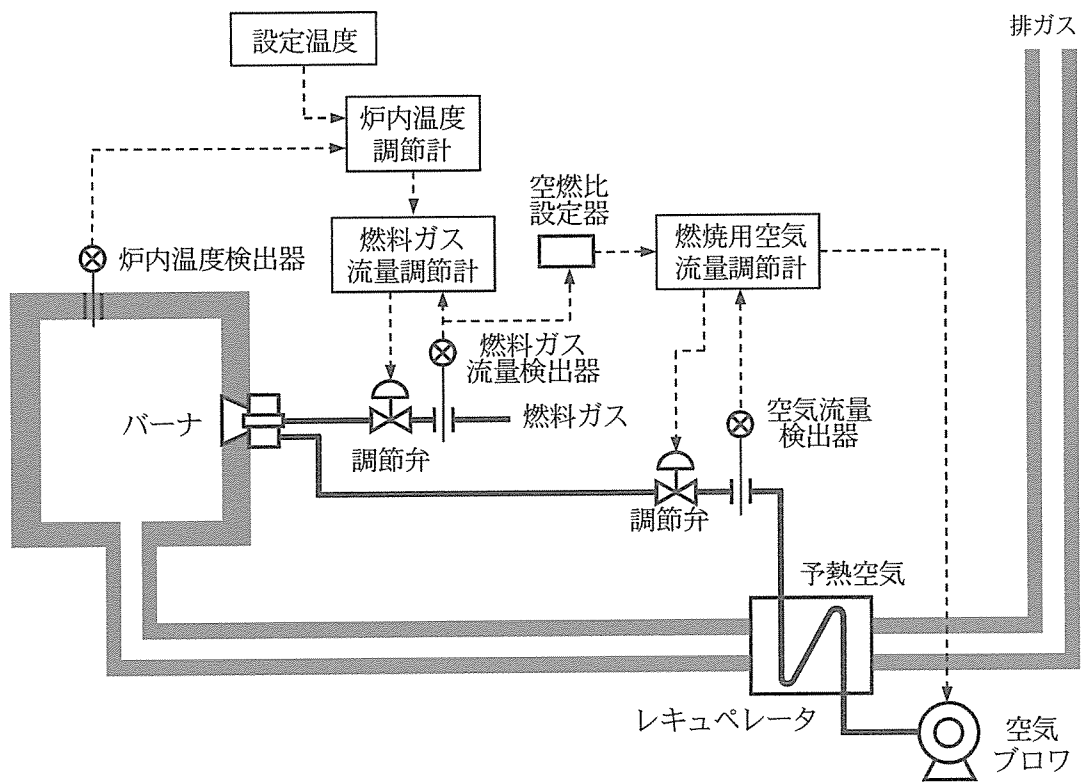

図 1 燃焼炉の制御システム
(1) 図 1 は、被加熱体を燃焼により加熱するための燃焼炉の制御システムについて示したものである。この燃焼炉では、燃料ガス流量を調整することにより、燃焼炉の温度を目標値に保つように制御されている。
- 1) 図1の例では、炉内温度調節計の出力が、燃料ガス流量調節計の目標値となっている。このような制御を という。燃料ガス流量調節計は、燃料ガスの供給圧の変化などの燃料系に入る外乱の影響を、炉内温度に影響が出る前に処理し、炉内温度を安定化させる。このような手順における炉内温度調節計を 、燃料ガス流量調節計を と呼ぶ。
- 2) 図1では、燃焼空気比を一定に保ち過剰空気量をできるだけ抑えるために、燃料ガス流量検出器の出力が空燃比設定器を介して燃焼用空気流量調節計の目標値となっている。この制御を と呼ぶ。